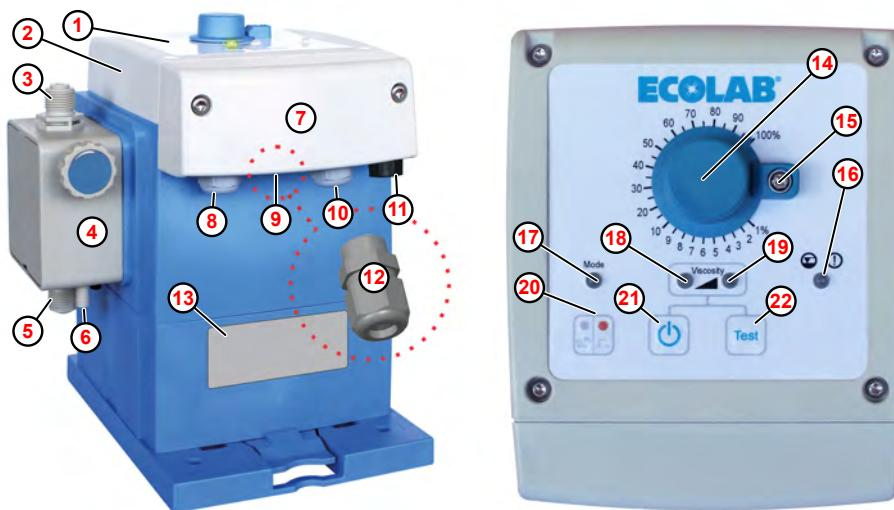

Fig. 1: Struttura e controlli «EcoUp»
*Per il cablaggio del segnale d'allarme, il kit accessori della pompa contiene un apposito pressacavo M12 x 1,5 (Fig. 1, ⑫).*
- *AD Ø = 5,1-5,7 mm (⑧ - ⑩).*